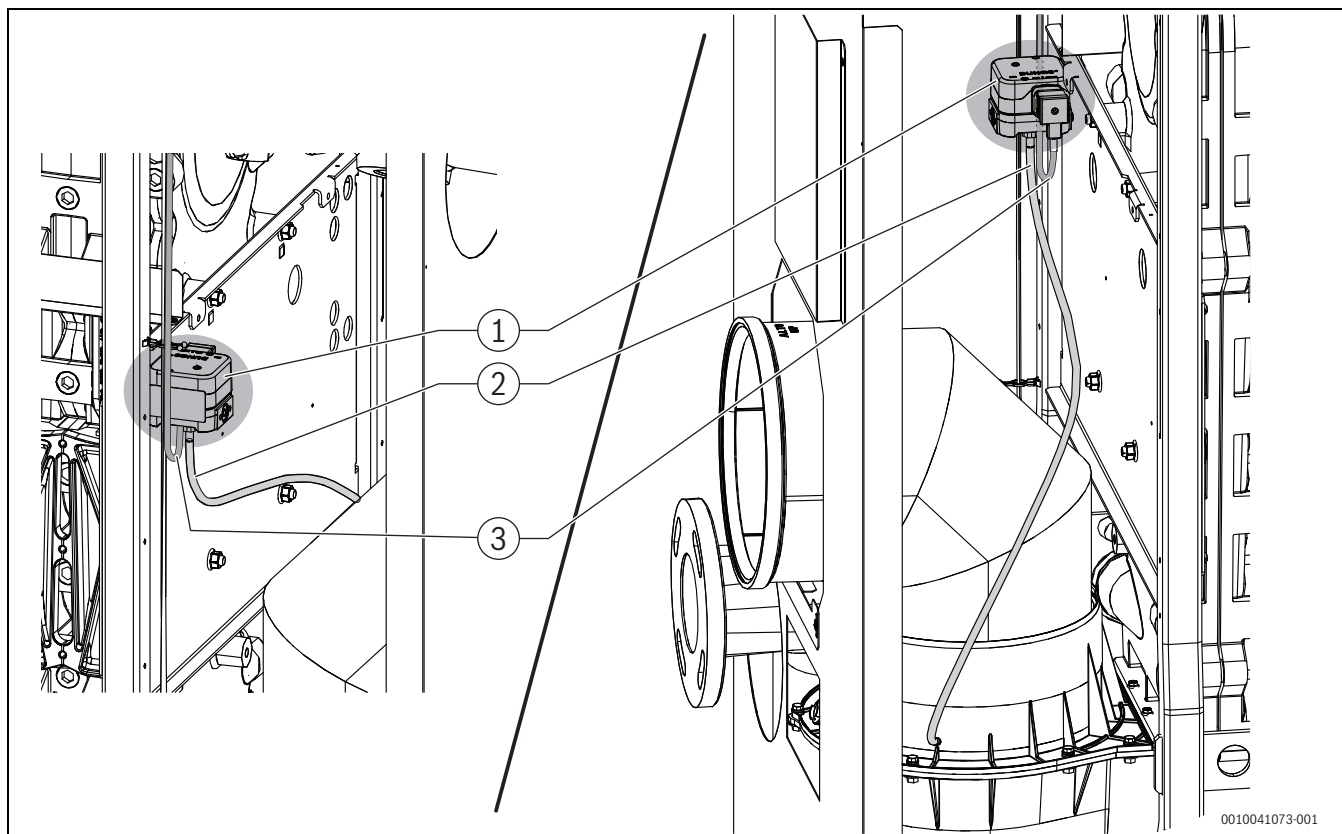

Fig. 85 Posição do controlador da pressão, vista da direita e esquerda
- Em caso de substituição de uma peça aquando uma reparação, ter em atenção a atribuição correta das linhas de medição de acordo com a fig. 85 e 86!